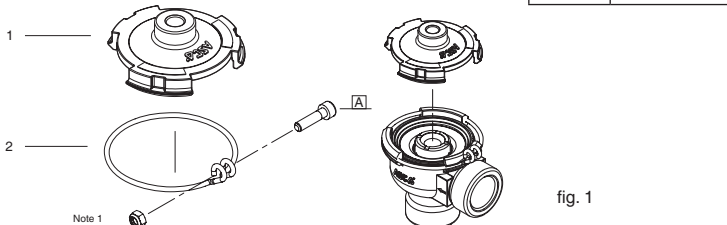

fig. 1
- Replacer le couvercle (voir figure 1) en le pressant fermement contre le piston/la membrane. Utiliser des petites tenailles pour presser les extrémités de la bague de fixation ensemble (selon la figure 2 + 3).
**Conformément à la directive CEE 89/392/CEE Annexe II B, une Déclaration d'incorporation peut être fournie sur demande. Veuillez nous indiquer le numéro d'accusé de réception (AR) et les références ou codes des produits concernés.**